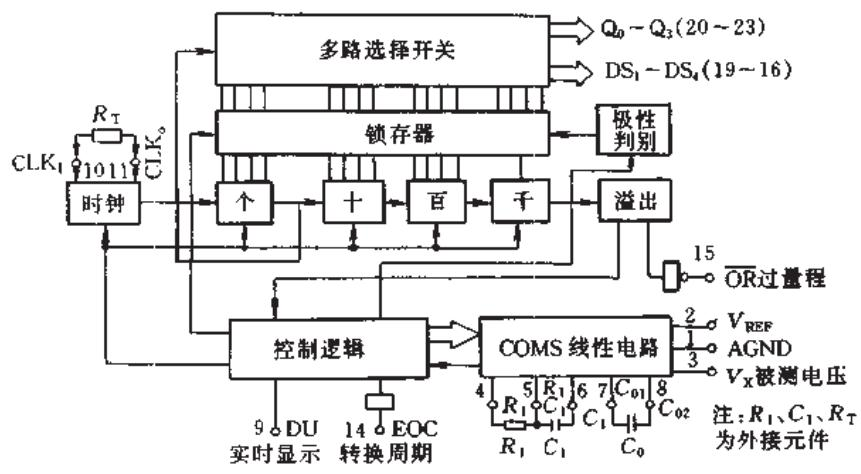
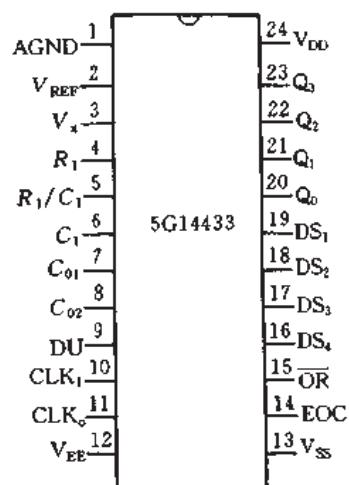

图 2.2.47 5G14433 电原理图
图 2.2.48 5G14433 外引线图
1. 电原理图及外引线图（见图 2.2.47 和图 2.2.48）